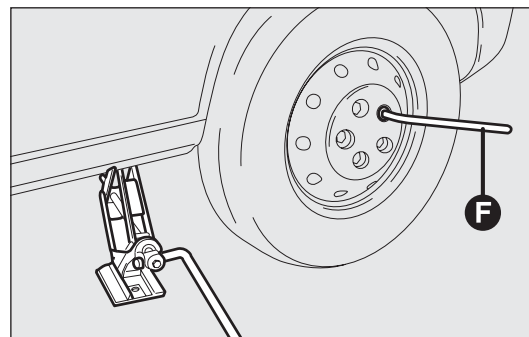

fig. 171
- draai met de sleutel F-fig. 171 de bouten geheel los en verwijder het wiel;